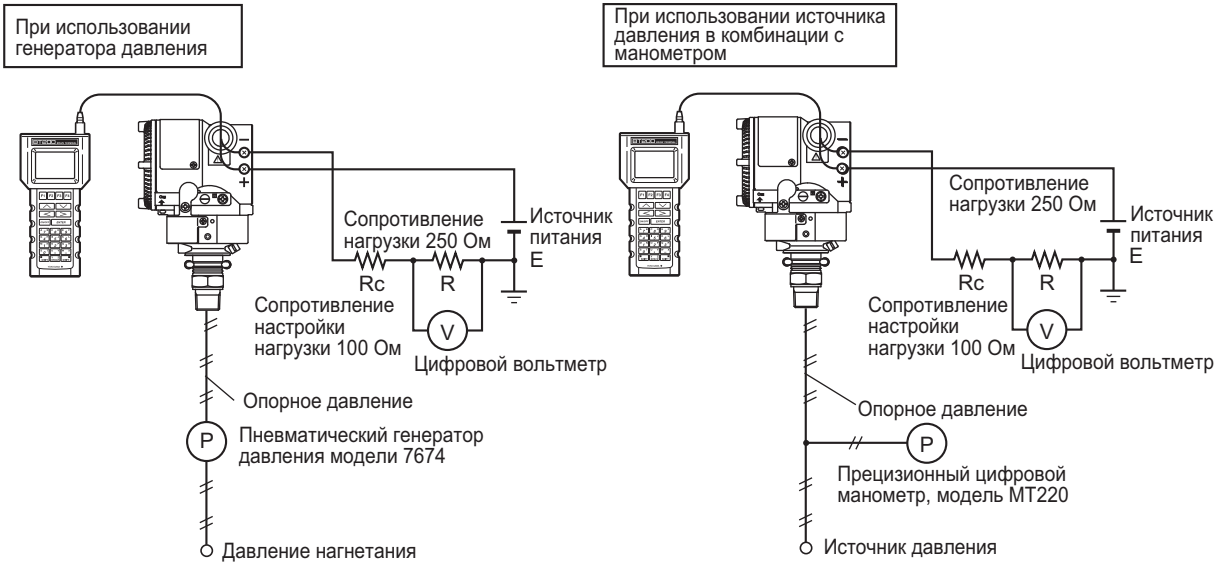

Рисунок 8.1. Схемы подключения прибора
- 1) Соедините приборы так, как показано на Рис. 8.1, и прогрейте их в течение не менее 5 мин.